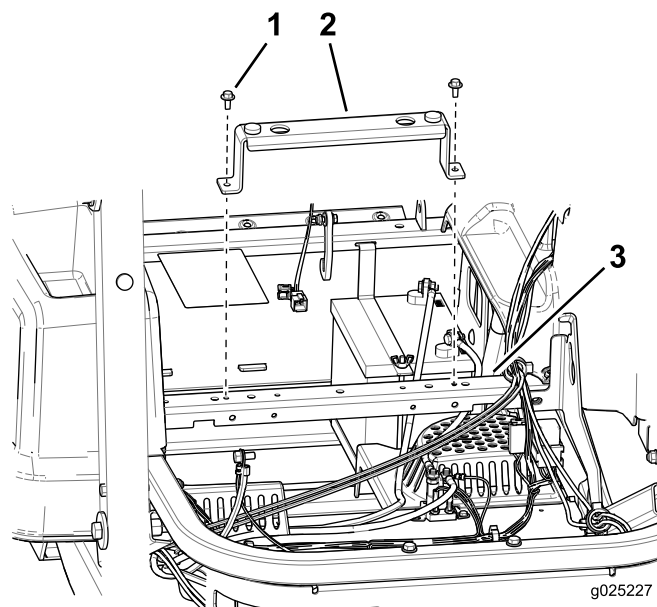

Figura 5
- Instale el soporte del asiento en el bastidor de la máquina con 2 pernos autorroscantes (1/4 x 1/2 pulgada) (Figura 5).